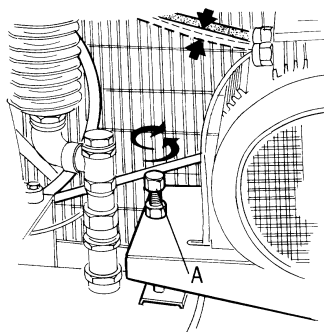

fig. 12
Ajustez le pivot filtré (A) qui fera soulever ou baisser le soubassement du moteur, offrant donc la possibilité de régler la tension des courroies (figure 12).